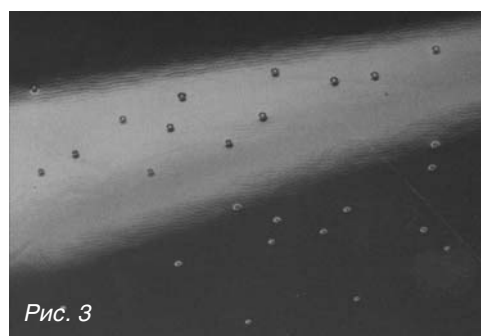

Рис. 3
- Избегайте толстых слоев. Это чревато дефектом "закипания" поверхности (рис. 3).